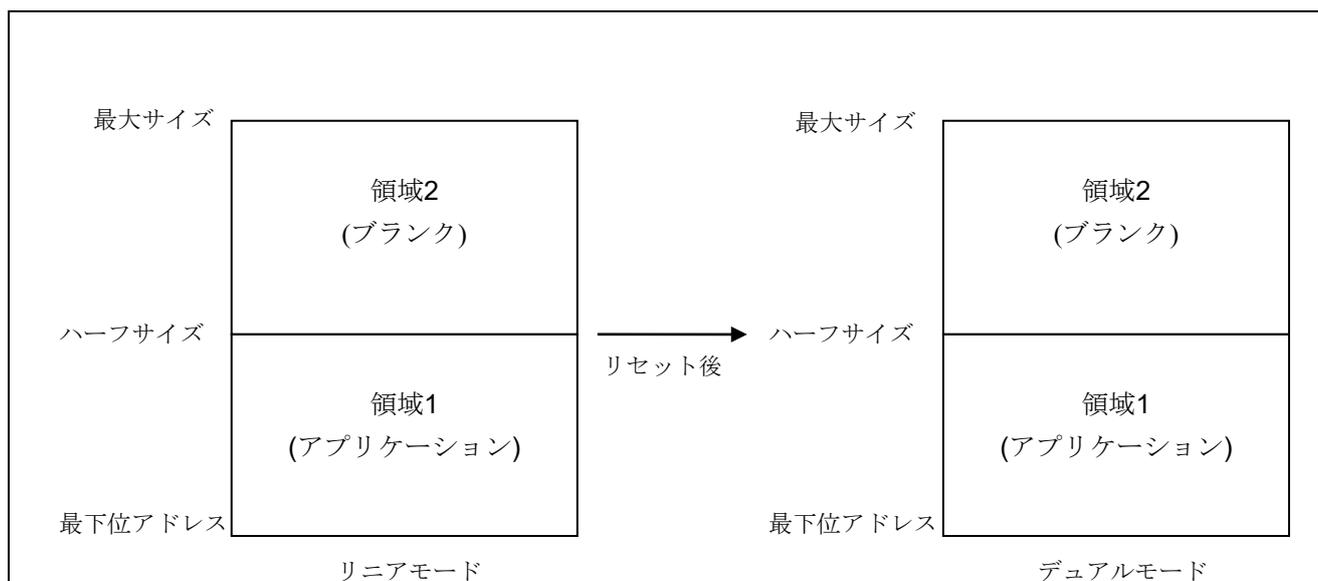

図 5.1 リニアモードでのデュアルモード用アプリケーションの書き込み
【条件】 図 5.1 の領域 2 への書き込みは行わない
2. デュアルモードに設定されたオプション設定メモリ用のプログラムファイルおよび図 5.1 の領域 1 のプログラムファイル（アプリケーション）を書き込む
【備考】リニアモードからデュアルモードに変更する場合、図 5.1 の領域 2 はブランクであることが推奨されます。